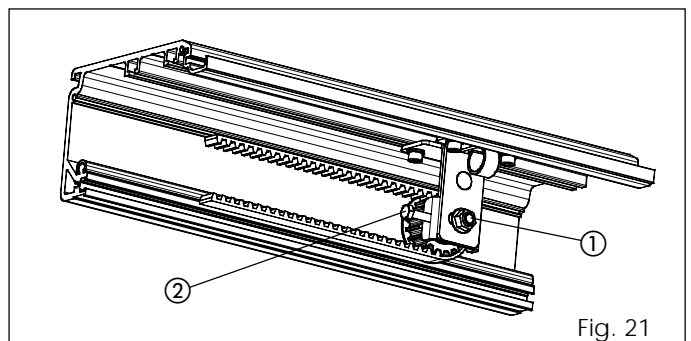

Fig. 21
- Haal de moer (fig. 21 ref. ①) los.
- Schroef de bout van fig. 21 ref. ② vast om de riem te spannen of haal hem los om de riem te ontspannen.
- Nadat de spanning geregeld is, moet de moer (fig. 21 ref. ①) worden aangehaald.